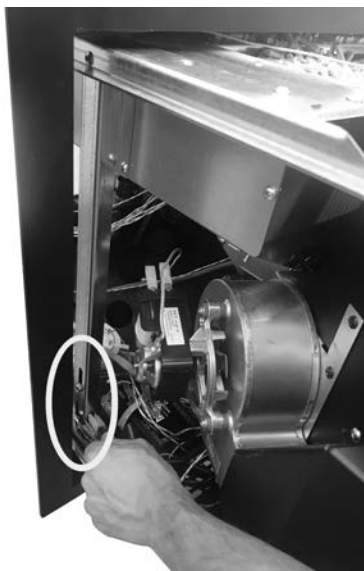

Fig. 20 - Afrouxar os parafusos
- Afrouxar os 2 parafusos hexagonais em ambos os lados do inserto (ver **Fig. 20**).